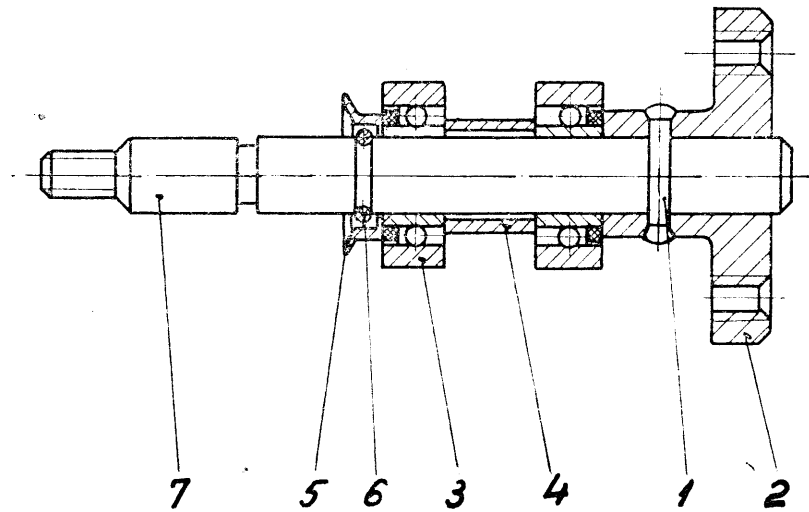

Abb. 52. Wasserpumpenwelle, vollständig.
3.8.1.3. Auseinanderbau der Achsuntergruppe (Abb. 52).
- Der Stift (1) wird abgeschrägt (mit der Bohrmaschine).
- Der Stift (1) wird ausgebaut.